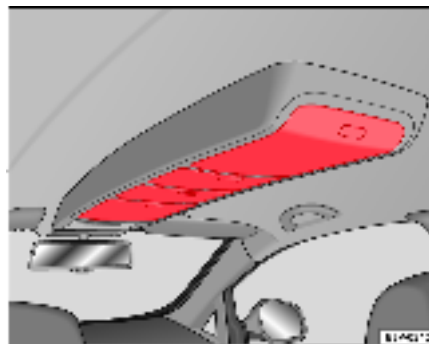

Fig. 104 Compartiments de rangement du pavillon
- Pour ouvrir ces compartiments, appuyez sur le bouton de la trappe, ⇒ fig. 104. Le cache s'ouvre automatiquement.